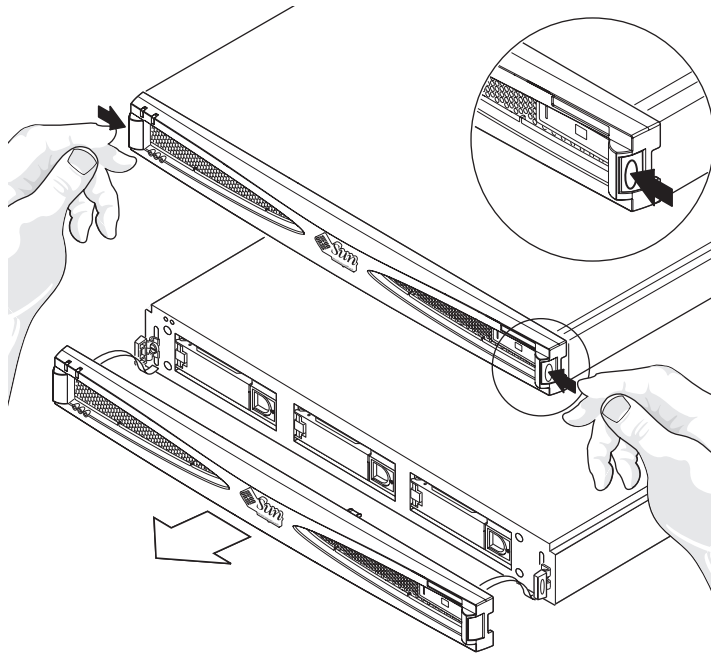

ABBILDUNG 4-1 Entfernen des Frontrahmens
- **Lösen Sie den Frontrahmen, indem Sie die Klammern an beiden Seiten drücken und den Rahmen vom Gehäuse ziehen (siehe ABBILDUNG 4-1).**
3. Lösen Sie den Frontrahmen, indem Sie die Verriegelungen an beiden Seiten nach innen drücken und den Rahmen vom Gehäuse ziehen (ABBILDUNG 4-1).